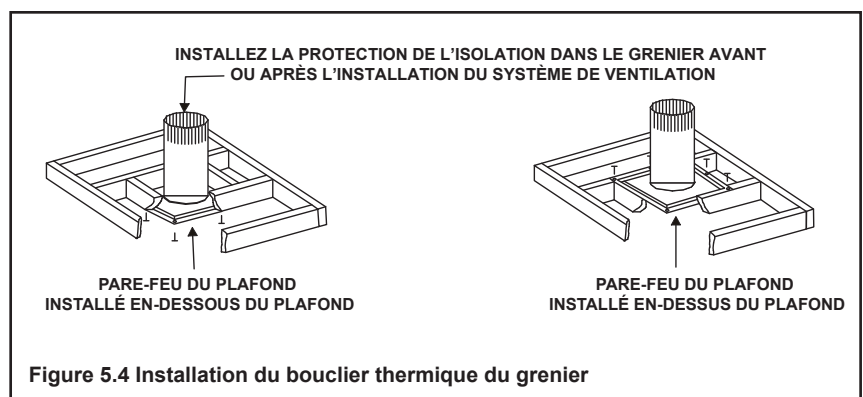

Figure 5.4 Installation du bouclier thermique du grenier
- Le pare-feu du plafond peut être installé sur ou sous les poutres de soutien du plafond lorsqu'il est installé avec un bouclier thermique d'isolation dans le grenier. Il doit être sous les poutres de soutien entre les planchers non isolés. Voir la figure 5.4.